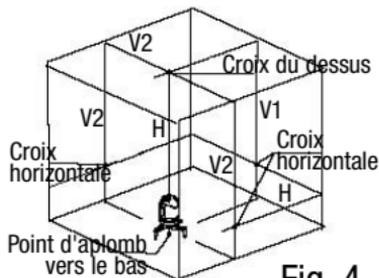

Fig. 4
5. Lorsque le faisceau horizontal H et les faisceaux verticaux V1 et V2 sont allumés, ces trois lignes laser forment quatre croix sécantes. L'intersection du haut constitue le point d'aplomb de l'appareil vers le haut, qui forme une ligne d'aplomb avec le point d'aplomb vers le bas. Trois intersections sur la ligne horizontale représentent les lignes horizontales perpendiculaires. (Voir fig. 4)